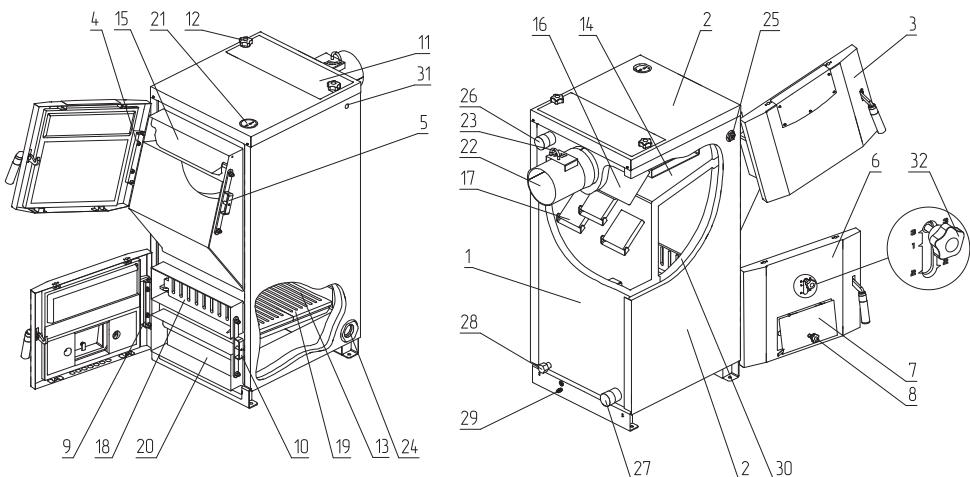

Рис.1 Устройство котла ZOTA Bulat
- Эксплуатировать котел без установленного зольного ящика (**Рис.1, поз.20**);
- Эксплуатировать котел без установленной шуровочной решетки (**Рис.1, поз.18**);
- Откройте заглушку вертикального канала теплообменника (**Рис.1, поз.11**) и уберите заслонку дымоотводную (**Рис.1, поз.16**);
- После установки шамотных кирпичей установите заслонку дымоотводную (**Рис.1, поз.16**) и заглушку вертикального теплообменника (**Рис.1, поз.11**).